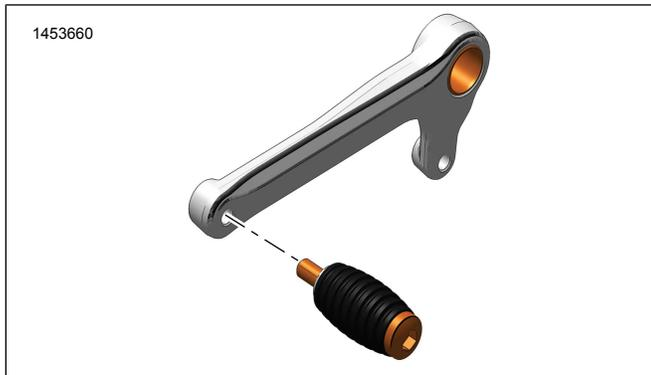

Figure 2. Embout de sélecteur de vitesse équipement d'origine
1. Figure 2 Retirer Équipement d'origine l'embout de sélecteur de vitesse.